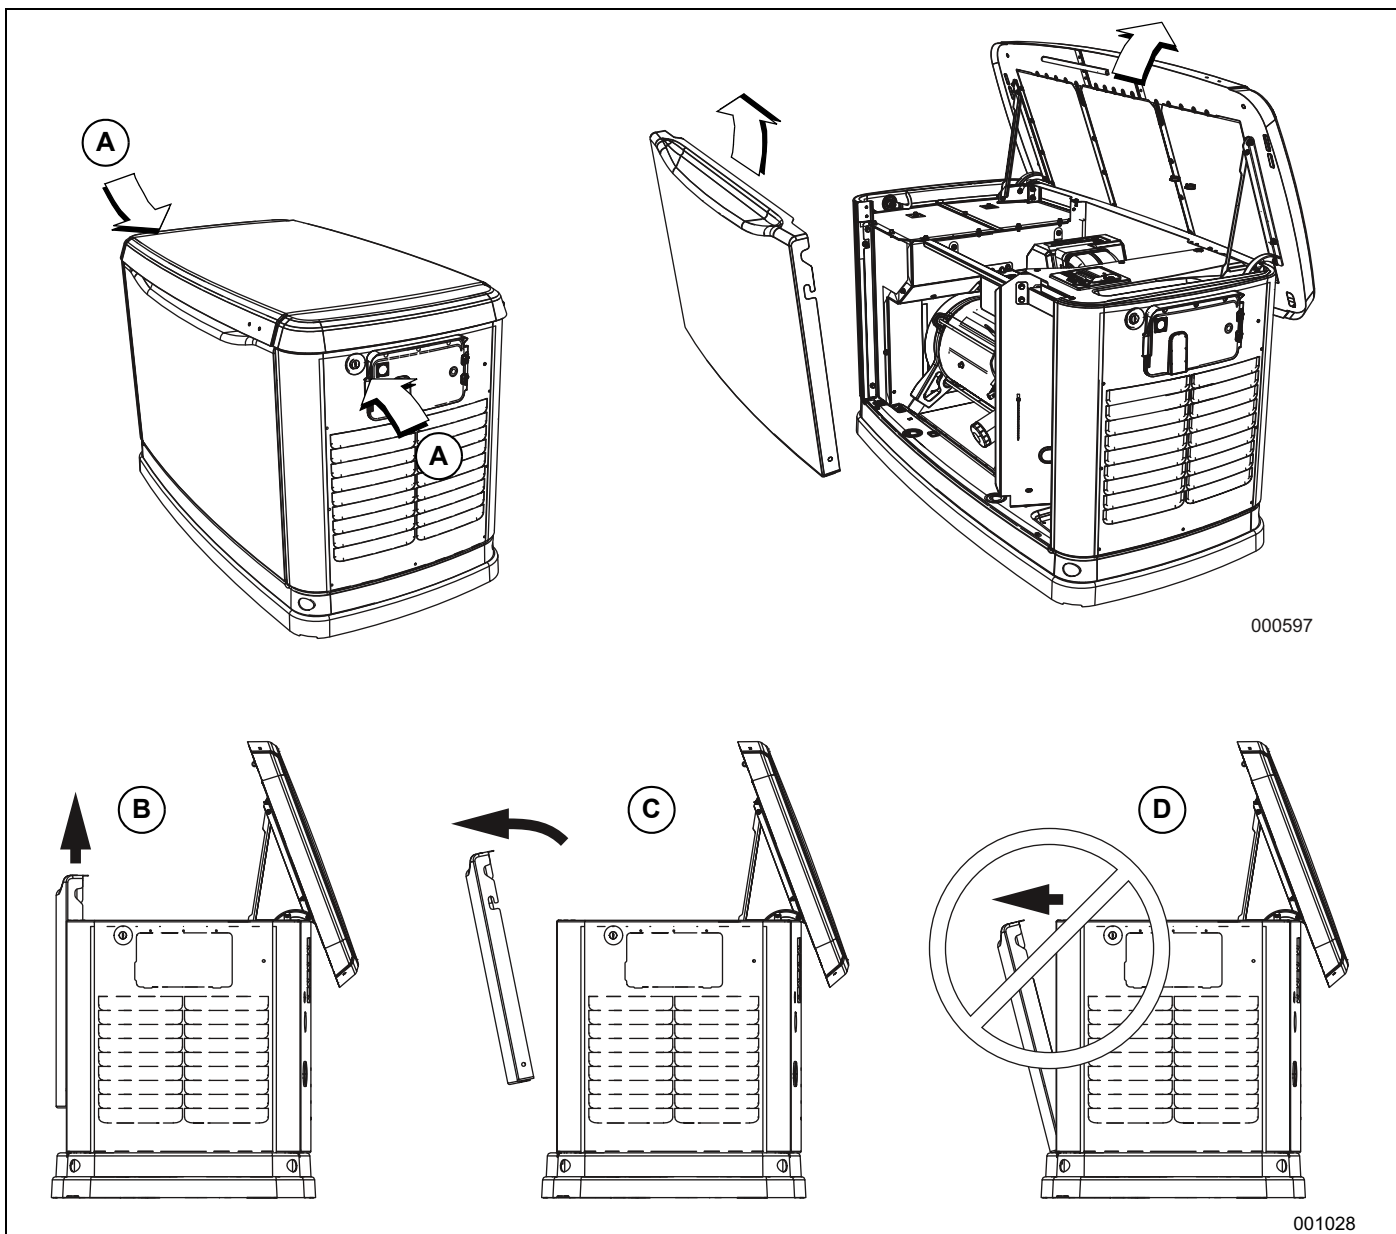

Рис. 3-3. Место бокового замка и снятие передней панели
3. Крышку удерживают на месте два замка, по одному с каждой стороны (А на Рисунок 3-3). Чтобы надлежащим образом открыть крышку, надавите на нее над боковым замком и разомкните защелку.
ПРИМЕЧАНИЕ. Всегда поднимайте переднюю панель доступа, прежде чем снимать кожух (В и С на **Рисунок 3-3**). Не тяните панель, предварительно не подняв ее (D на **Рисунок 3-3**).